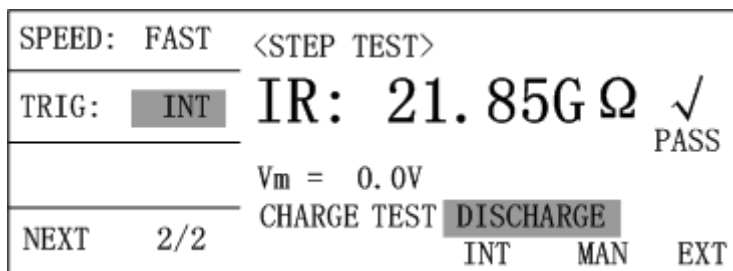

图 3-14 触发模式设定
在<MAIN INDEX>页面中, 用方向键将光标移动到“(4) NULL”处, 再按  软键则会进入<NULL>页面 (如图 3-14 所示)。在处于本页面时, 按  键将启动归零测试。